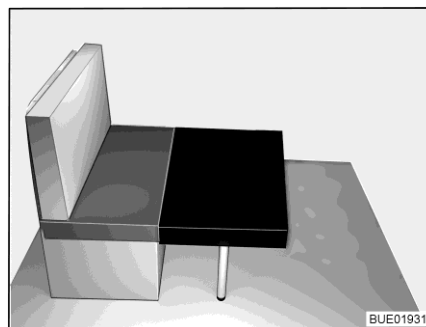

Fig. 62 Transformation (1)
- Poser le petit coussin supplémentaire devant le coussin d'assise de la banquette sur la table (voir Fig. 62).